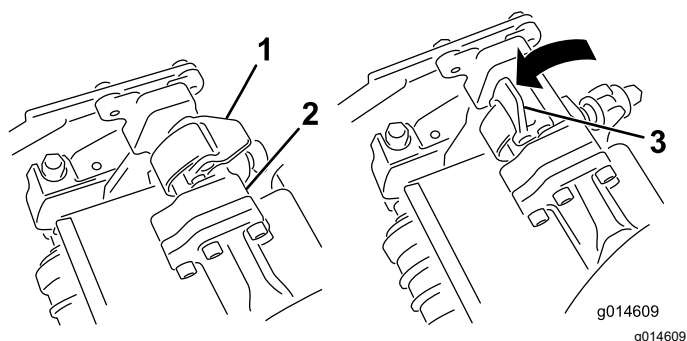
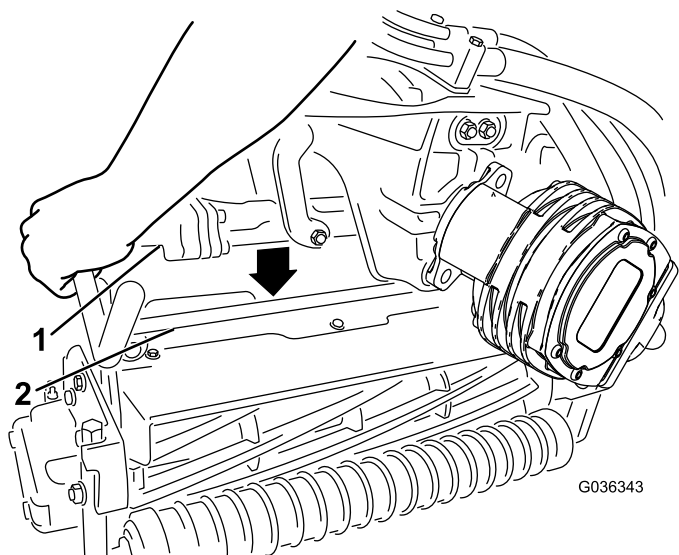

Figura 61
Figura 62
4. Con los enganches del brazo de suspensión orientados hacia arriba (es decir, abiertos (Figura 61), empuje hacia abajo el brazo de suspensión de modo que la barra encaje en la barra situada en la parte superior de la unidad de corte (Figura 62).
- Presione los enganches hacia abajo alrededor de la barra de la unidad de corte y bloquéelas (Figura 61).
5. Abra los enganches de la barra del brazo de suspensión de la unidad de corte que está retirando (Figura 61).